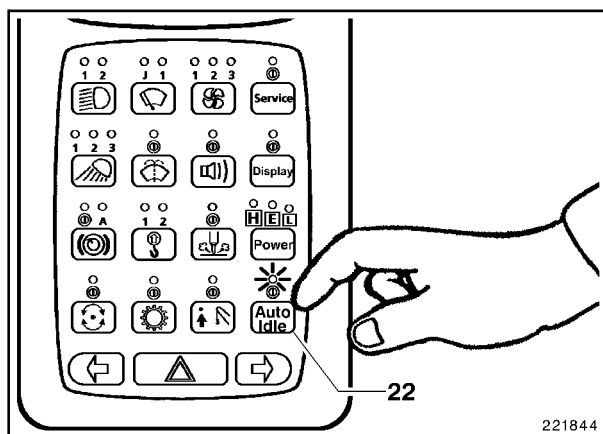

Fig. 5
- Pulsar otra vez la tecla (22, Fig. 5), el diodo luminoso se apagará.